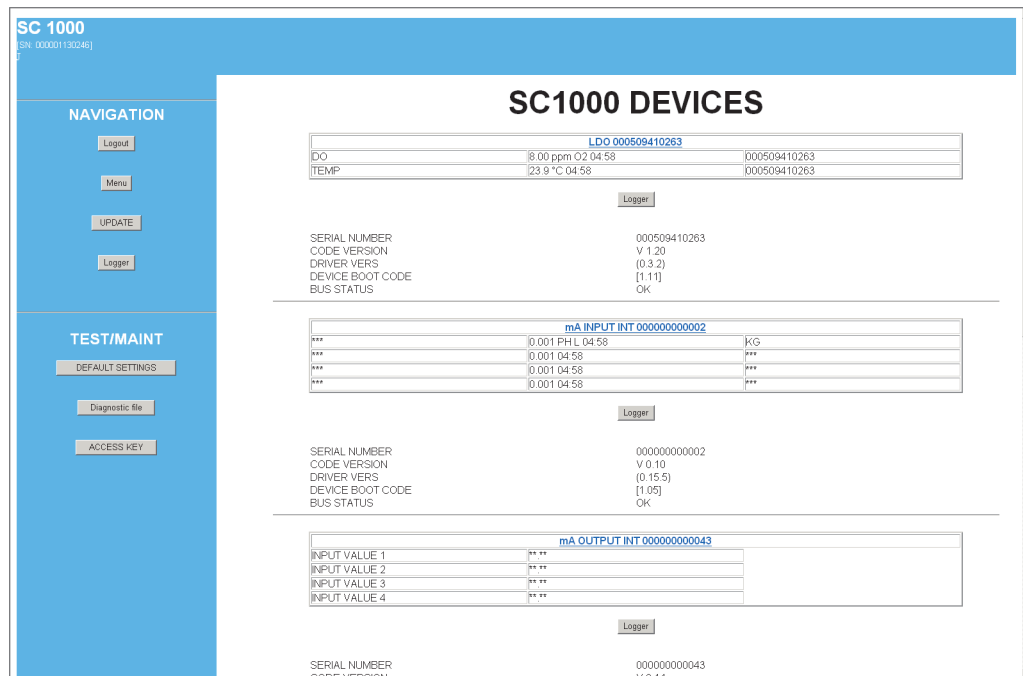

Figura 48 Pantalla de acceso al explorador
6. La pantalla de acceso al explorador se muestre (Figura 48 y Tabla 20).